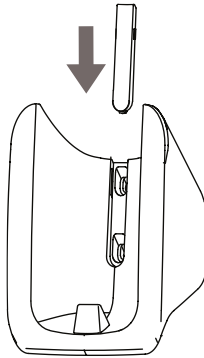

Abb. 2.4
- 2) Schieben Sie die Schraubenabdeckung in die Aussparung in der Ablage ein, um die Schrauben abzudecken (siehe Abb. 2.4).